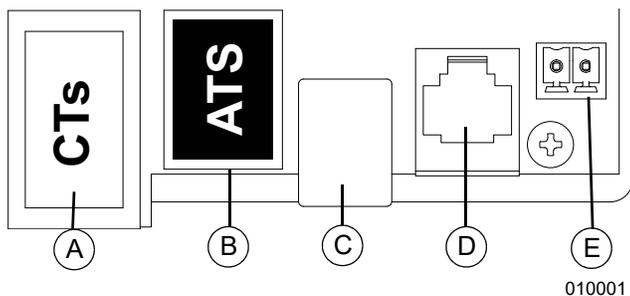

Figura 5-3. Puertos auxiliares
- El puerto "Inverter ATS Control" (Control ATS del inversor) en el controlador del ATS PWRcell está conectado por cable al puerto "ATS" del inversor a través del cable Cat 5. El puerto "ATS" del inversor está etiquetado como "I" en la Figura 5-3.
- El puerto "Inverter CTs" (CT del inversor) en el controlador de ATS PWRcell está conectado por cable al puerto "CT" del inversor a través del cable Cat 5. El puerto "CT" del inversor tiene la etiqueta "H" en la Figura 5-3.